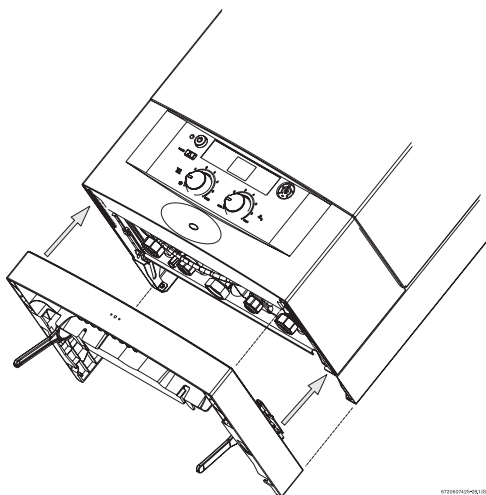

Fig. 16 Amplasarea sertarului
- Plasați ghidajele de montaj în scobiturile de sub panoul de control conform cu Fig. 16.